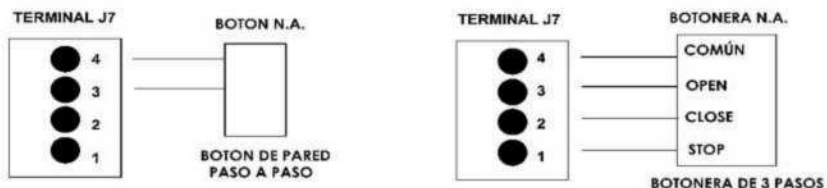

Fig.14
**D. La Botonera Paso o Paso o 3 Pasos:** Conecte el Cable Abierto de la Botonera de Tres Pasos a la terminal **J7**, el cable de “Open-abrir” del Interruptor 1 de **J7**, el cable de “Close-cerrar” del Interruptor 2 de **J7**, el Cable de “Stop-detener” del Interruptor 3 de **J7** y el cable en común del Interruptor 4 de **J7**. Ver (Fig.14).